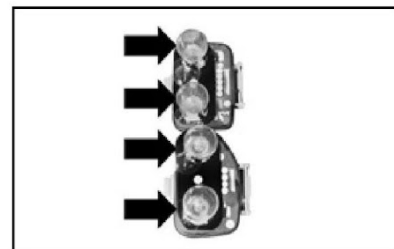

fig. 26
- 3) remover a lâmpada **fig. 26**, empurrando-a e girando-a levemente.